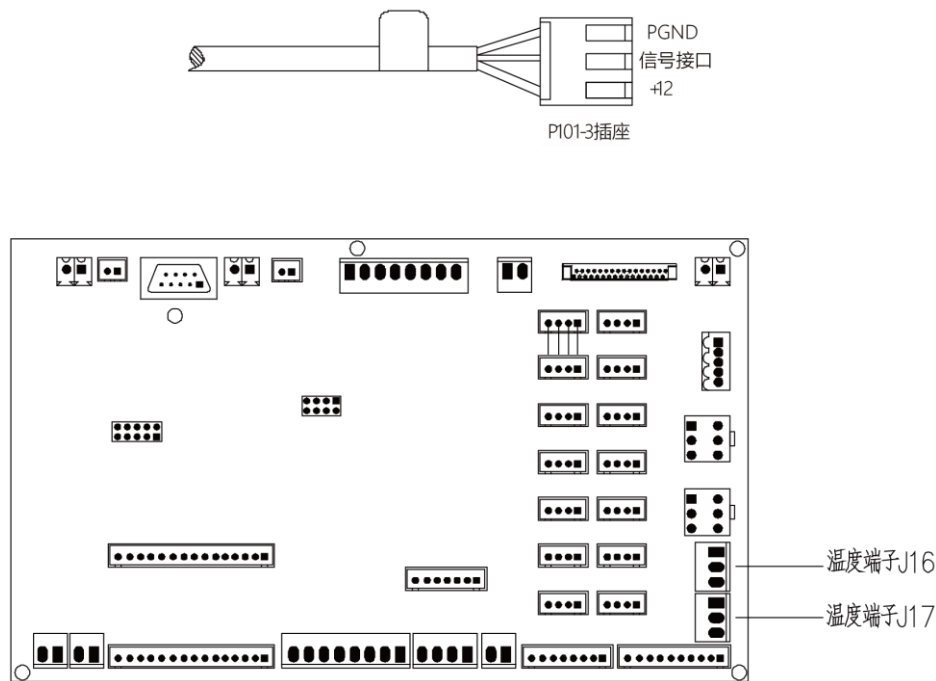

图1-26 温度传感器接口位置（正视图）
2. 把温度传感器电缆的 P101-3 插座连至直流配电监控板（型号：HDU1U1）上的 J16、J17 插座，直流配电监控板安装于前门背部。其中 J16 具有温度补偿功能，J17 作用为温度显示，不具有温度补偿功能。温度传感器接口位置可参考图 1-26 所示。